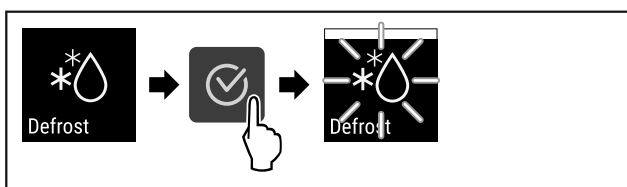

Fig. 85
- ▷ Proveďte akční kroky (viz Fig. 85).